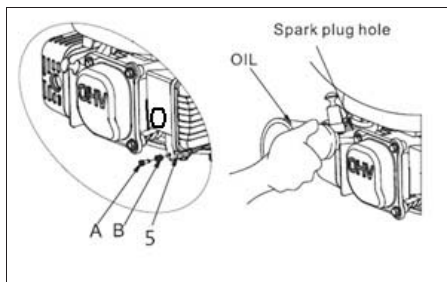

Fig. 13 A: Dado B: Molla 5: Carburatore
3. Una volta che il carburante sia passato tutto nel contenitore, rimettere la vite di scarico e la guarnizione, e stringere bene (vedi Fig. 13).